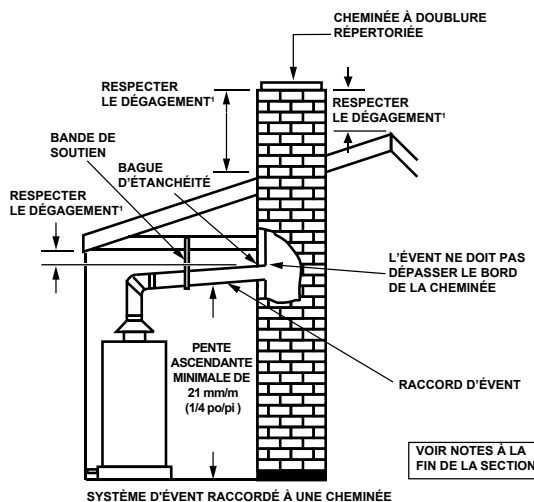

FIGURE 8.
- Le raccord ne doit pas dépasser le bord intérieur de la cheminée au risque de limiter l'espace entre sa propre extrémité et la paroi opposée de la cheminée (Figure 8).